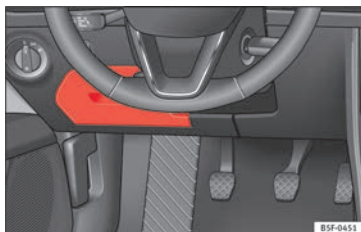

Fig. 101 Sul cruscotto, lato del conducente: coperchio della scatola dei fusibili.
- **Apertura:** abbassare la copertura »»» **fig. 101.**